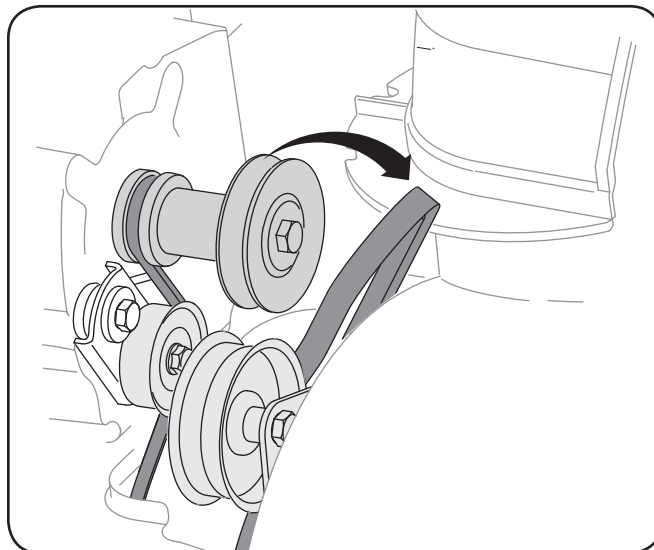

Figure 7-3
4. Dégagez la courroie de la tarière de la poulie motrice. Voir la Figure 7-3.